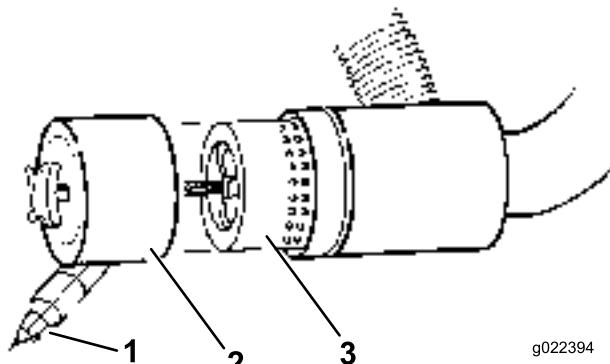

Figure 48
3. Déposez et remplacez le filtre (Figure 48). Il est déconseillé de nettoyer les éléments usagés car cela risque d'endommager le matériau du filtre.